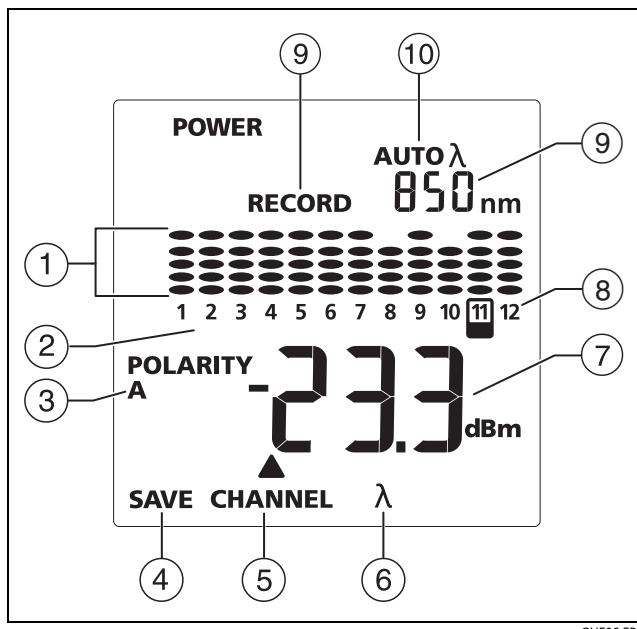

Figura 7. Display della misura della potenza
- ⑧ λ : quando la sorgente non è in modalità lunghezza d'onda automatica, premere **F2** λ per modificare la lunghezza d'onda.
- ⑨ **DELETE (ELIMINA)**: in modalità **VIEW RECORD (VISUALIZZA RECORD)**, utilizzare **F3** **DELETE (ELIMINA)** per eliminare il record selezionato o tutti i record. Vedere la sezione "Eliminazione dei record" a pagina 27.
- ⑩ Display numerico con unità di misura dell'attenuazione (**dB**) e della potenza (**mW, μ W, dBm**).
- ⑪ **REF (RIF.)** (riferimento): questa funzione viene visualizzata quando si salva il livello di riferimento. Vedere la sezione "Impostazione del riferimento per le misure dell'attenuazione" a pagina 18.
- ⑫ **12**: indicatore del canale. Quando la funzione **SCAN ALL (ANALIZZA TUTTO)** della sorgente è attivata, l'indicatore del canale si trova sul canale selezionato. Quando la funzione **SCAN ALL (ANALIZZA TUTTO)** della sorgente è disattivata, l'indicatore del canale si trova sul canale selezionato nella sorgente. Durante l'acquisizione della misura di potenza o attenuazione, i numeri per i canali lampeggiano in sequenza.
- ⑬ Gli istogrammi mostrano il valore relativo della misura dell'attenuazione o della potenza per ciascun canale. Per le misure della potenza, vedere la Figura 7 a pagina 15. Per le misure dell'attenuazione, vedere la Figura 9 a pagina 22.
- ⑭ Display numerico per la lunghezza d'onda.
- ⑮ : quando il livello delle batterie è basso, l'icona corrispondente lampeggia.
- ⑯ La funzione **AUTO (AUTOMATICO) λ** viene visualizzata quando la sorgente trasmette un identificatore della lunghezza d'onda e l'impostazione della lunghezza d'onda del misuratore cambia in base all'impostazione della sorgente. Quando viene visualizzata solo la funzione λ , è necessario premere **F3** λ sul misuratore per selezionare la lunghezza d'onda corretta. Vedere pagina "Funzione della lunghezza d'onda automatica" a pagina 12.
- ⑰ : questa icona viene visualizzata quando il misuratore è collegato a un PC tramite la porta USB.
- 1 Sul misuratore, tenere premuto il tasto **[MENU SELECT]** per 2,5 secondi per visualizzare il menu di configurazione, premere **[F1] ▼** per posizionare il cursore accanto a **LOSS LIMIT (LIMITE ATTENUAZIONE)**, quindi premere **[MENU SELECT]** per impostare il misuratore sulla modalità del limite attenuazione. Vedere la Figura 7 a pagina 15.